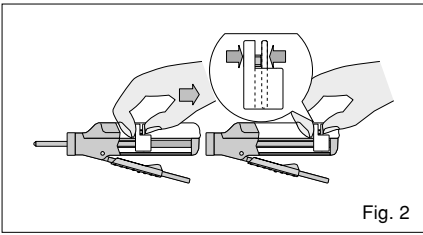

Fig. 2
*Tests effectués selon la norme ISO 9917 : 1991 (E) (Ciment Verre Polyalkenoate)
- a. Assurez-vous que le piston est complètement enfoncé dans le distributeur. (Fig. 2)
- a. Asegúrese de que el pistón está completamente replegado dentro del aplicador. (Fig. 2)